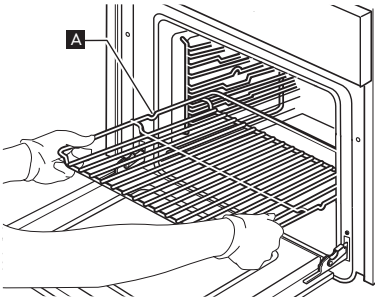

Abb. 1
- 1. Schieben Sie den Rost mit dem erhöhten Teil "A" nach oben zeigend waagrecht ein (Abb. 1).